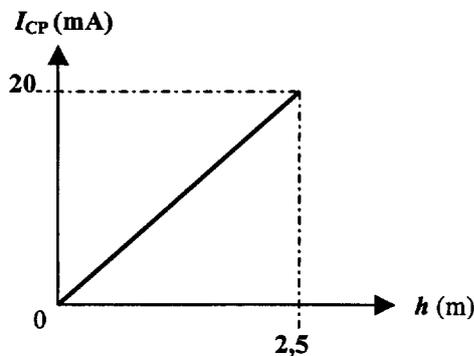

Figure 1
Le capteur de position délivre un courant d'intensité I_{CP} comprise entre 0 et 20 mA selon la hauteur h de la fourche. La caractéristique $I_{CP}(h)$ est représentée sur la **figure 1 ci-dessous**.
1. Montrer que la caractéristique de transfert du capteur de position, figure 1, peut s'écrire :